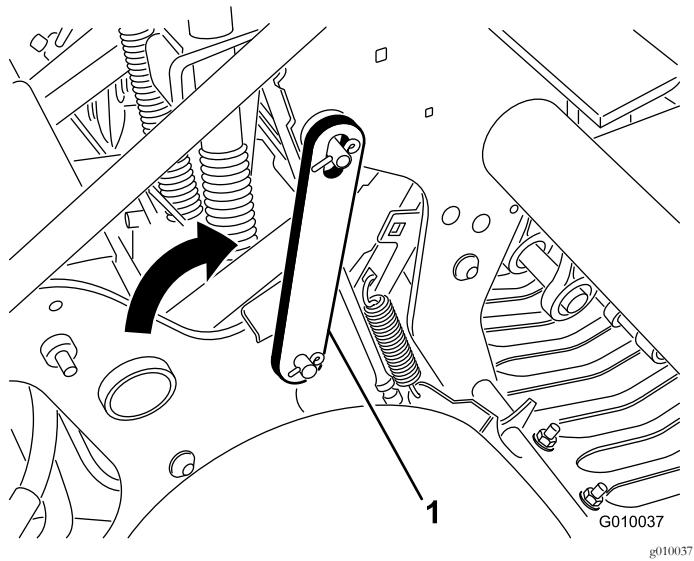

Bild 21
4. Drehen Sie den Wartungsriegel nach hinten und setzen Sie ihn in den Aerifizierkopfstift ein (Bild 21). Befestigen Sie ihn mit dem Clipring.